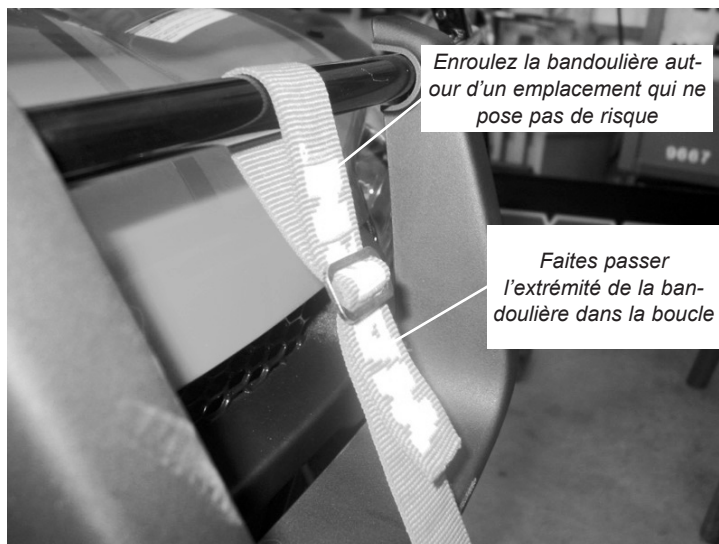

Figure 9 Installez la bande de terminaison
2. Fixez la bande à une structure solide (bâti avant, pare-chocs ou pare-broussaille idéalement, selon la marque et le modèle de VTT) à l'avant du VTT, tel qu'indiqué à la figure 9. Si possible, faites passer la bande directement du point d'attache sur le VTT et la lame sans toucher aucunement le VTT. Placez l'anneau en D aussi haut que possible pour assurer un levage maximum. Il est conseillé de placer le poids sur le bâti, sinon le pare-chocs avant du véhicule sera poussé vers le bas au moment du réglage final de la bande.